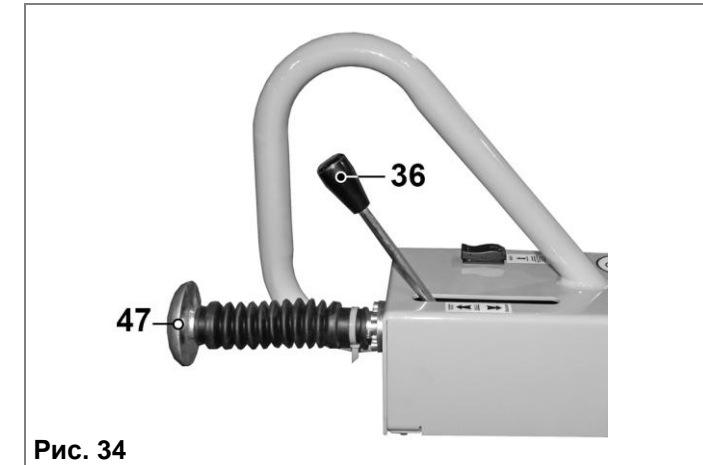
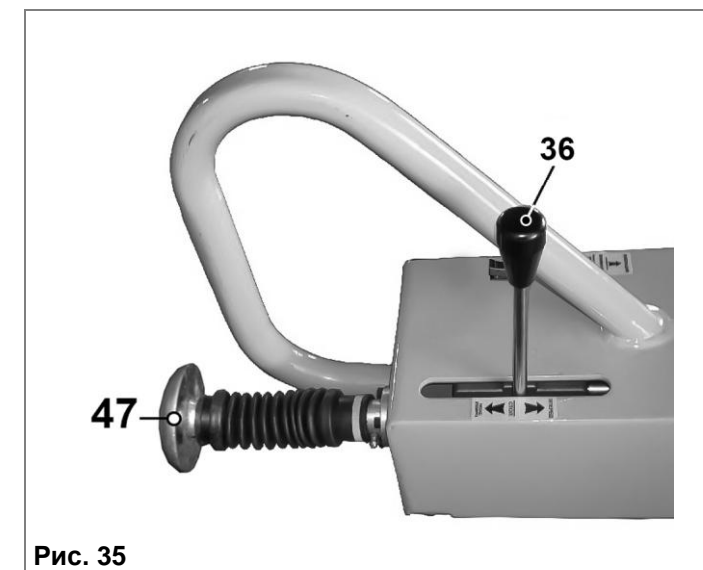

Рис. 34
Рис. 35
12.4. Перемещение рычага скорости (36) немного вперед вызывает движение вперед на малой скорости. Продвижение рычага далее вперед повышает скорость движения. В зависимости от того, как вы перемещает рычаг скорости, вы можете плавно регулировать скорость от 0 до 2,4 км/час (69 см/с) (как вперед, так и назад). Перемещение рычага скорости назад заставляет каток двигаться назад (Рис. 34).
- При перемещении рычага скорости (36) назад сначала установите его в нейтральное положение (Рис. 35). Не перемещайте рычаг одним движением.
- установите рычаг выбора направления движения (36) в нейтральное положение (Рис. 35),
8.5.10. Поверните ключ (46) в положение **1 (РАБОТА)**, затем поверните ключ (46) в положение **СТАРТ**. Поворот ключа (46) дальше вправо запускает двигатель.
ВНИМАНИЕ! Перед началом работы проверьте стопорное устройство. Рычаг движения (скорости) установите на движение **НАЗАД (РЕВЕРС)**, нажмите на рукоятку (47) стопорного устройства (Рис. 34), чтобы убедиться, что рычаг движения (36) возвращается в нейтральное положение (**СТОП**) (Рис. 35).